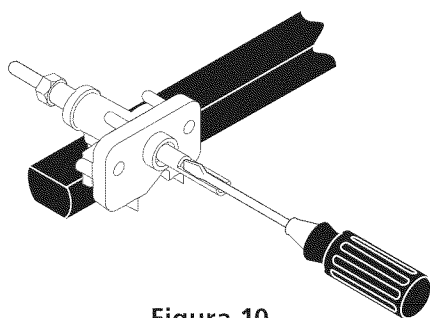

Figura 10
8.4 Ajuste de la Posición LOW (BAJA) Para la Válvula del Quemador Superior (Figura 10)
Esta estufa debe ser asegurada al piso usando las patinas de anclaje y los tornillos suministrados. El no instalar apropiadamente los soportes antivuelco puede llegar a permitir que la estufa se incline hacia adelante, accidentalmente, si se coloca un peso excesivo sobre la puerta abierta o si un niño se sube en ella. La estufa caliente a los líquidos calientes derramados podrían causar serias lesiones personales. Refiérase a las instrucciones que se dan a continuación para la correcta instalación de los soportes antivuelco (Figura 10).
La estufa puede anclarse al piso en una residencia con las patinas de anclaje, tal como se ilustra en la figura 10. Estas patinas permiten que la estufa se hale hacia adelante para su limpieza o reparación, sin necesidad de usar herramientas.